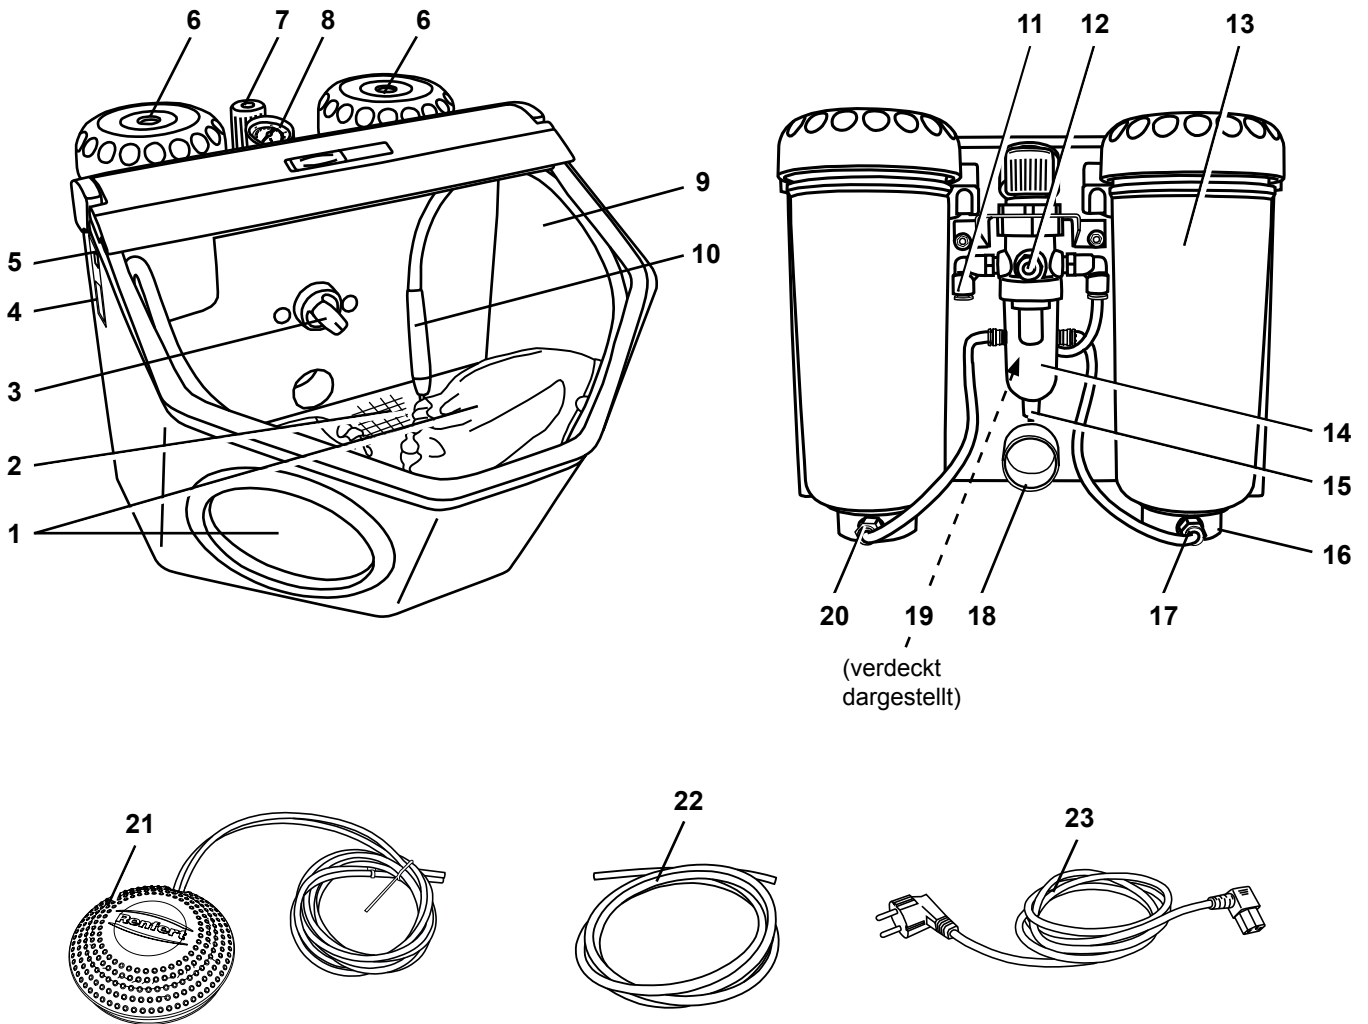

Abb. 1
1-Tank-Version: (20, Abb. 1)
- Beleuchtung einschalten (5).
- Am Wahlschalter (3, Abb. 1) den Strahl tank wählen (nur bei 2-Tank-Variante).
- Fußschalter (21, Abb. 1) betätigen.